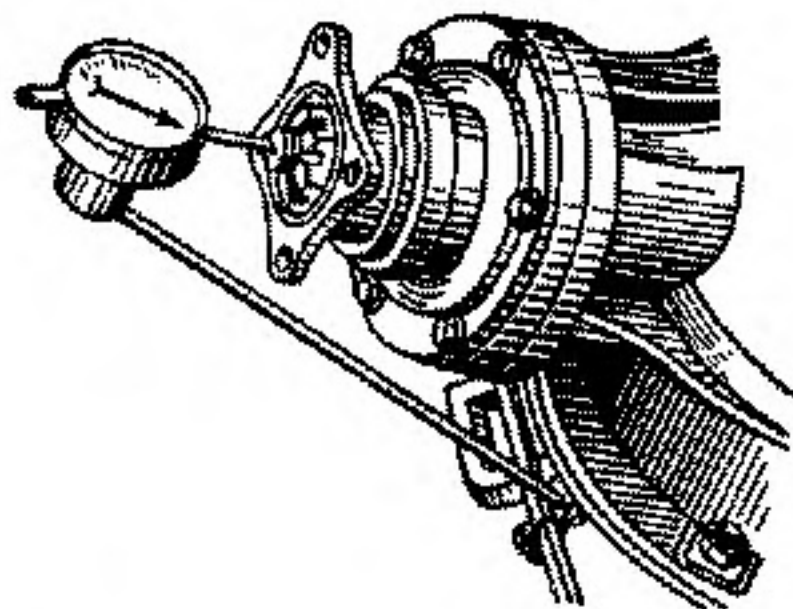

Рис. 45. Определение осевого люфта в подшипниках вала ведущей шестерни главной передачи индикатором
1. Проверить осевой люфт ведущей шестерни с помощью индикаторного приспособления (рис. 45), перемещая вал ведущей шестерни из одного крайнего положения в другое, а при отсутствии приспособления — покачиванием фланца рукой. Если осевой люфт более 0,03 мм, отрегулировать подшипники вала ведущей шестерни.